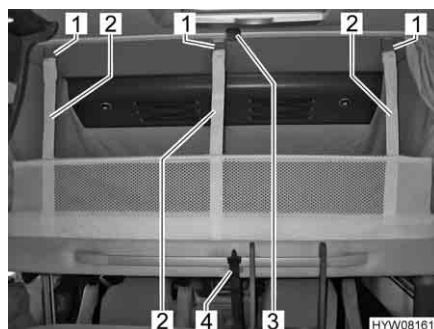

Fig. 63 Letto basculante con rete protettiva montata
- Staccare la cintura di ritegno (Fig. 63,4).
- Staccare le cinture di ritegno (Fig. 63,2) e sistemare la rete protettiva sotto il materasso.
- Assicurare il letto basculante al soffitto (Fig. 63,3) mediante la cintura di ritegno (Fig. 63,4).
- Agganciare le cinture di ritegno (Fig. 63,2) ai ganci (Fig. 63,1) del soffitto.